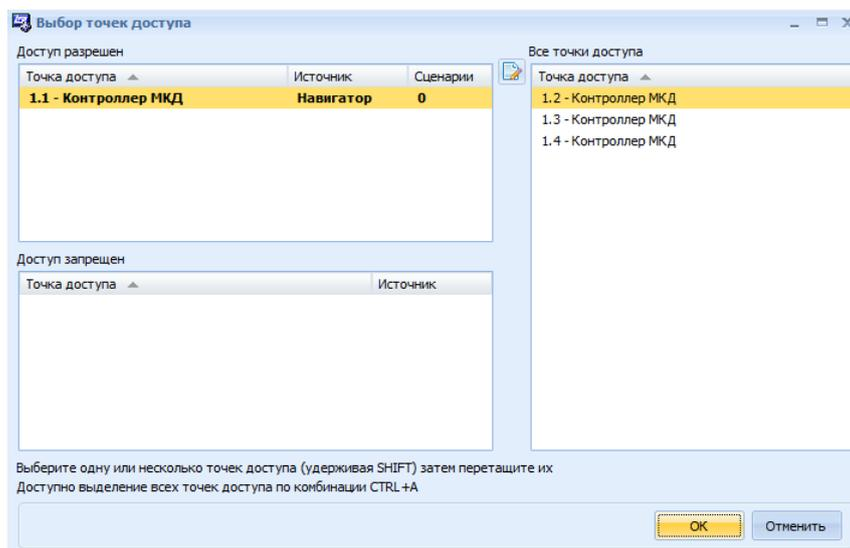

Рисунок 23.6 Окно «Выбор точек доступа»
- **Точки прохода** – необходимо выбрать точки прохода, через которые будет разрешен или запрещен проход сотрудникам данного объекта. Для этого нужно нажать кнопку **Изменить**. Затем в открывшемся окне «Выбор точек доступа» перетащить нужные точки доступа в поле «Доступ разрешен» (Рисунок 23.6).